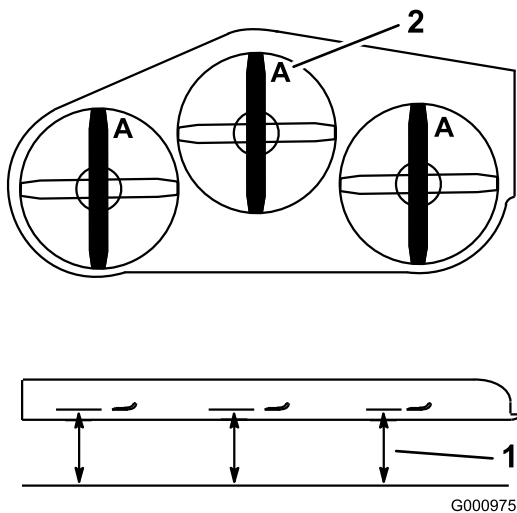

Bild 90
3. Drehen Sie die Schnittmesser, bis die Enden nach vorne und hinten gerichtet sind (Bild 90).
4. Messen Sie von einer ebenen Fläche bis zu den Schneidkante (Position A) der Messer (Bild 90).